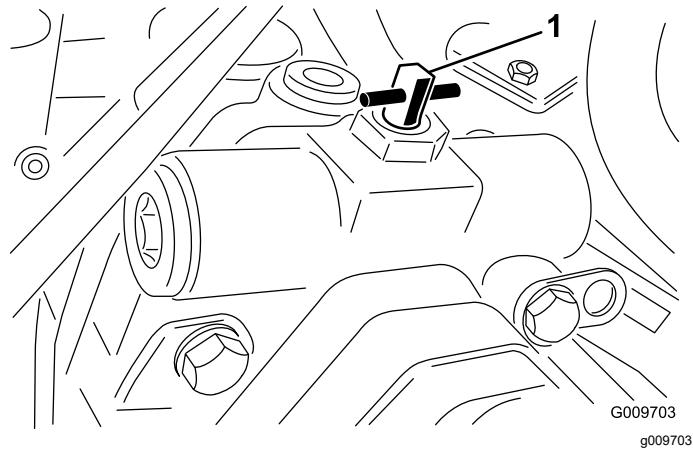

Bild 101
- Öffnen Sie das Abschlepp-Sicherheitsventil der Traktionspumpe, indem Sie es um 90° (1/4 Umdrehung) in eine der beiden Richtungen drehen (**Bild 101**).
2. Öffnen Sie das Abschlepp-Sicherheitsventil der Traktionspumpe, indem Sie es um 90° (1/4 Umdrehung) in eine der beiden Richtungen drehen (Bild 101).